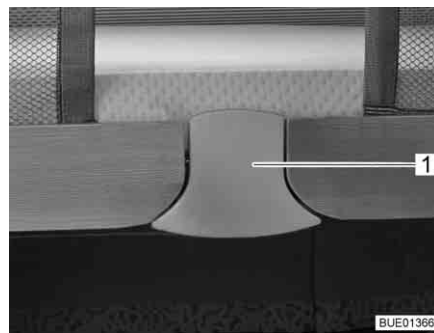
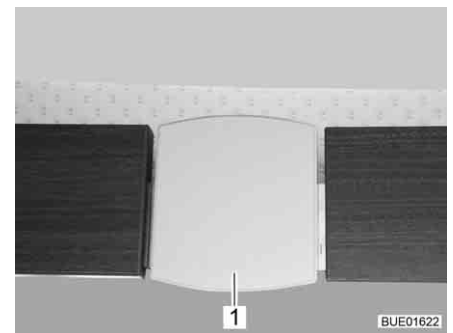

Fig. 134 Dispositivo de desbloqueo (Elegance)
Fig. 135 Dispositivo de desbloqueo (Viseo)
- Extraer la parte inferior de la placa de desbloqueo (Fig. 134,1 ó bien Fig. 135,1). Se ha soltado el bloqueo.